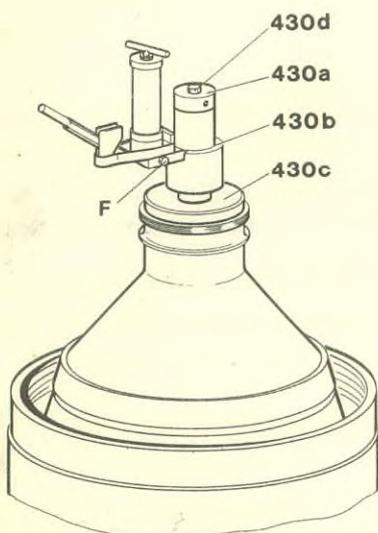

Bild 4/3b
- 14) Vor Einschrauben des Trommelverschlußringes Teller-einsatz mit Preßvorrichtung 430 (Bild 4/3b) zusammendrücken (siehe auch Abschnitt 4.6):